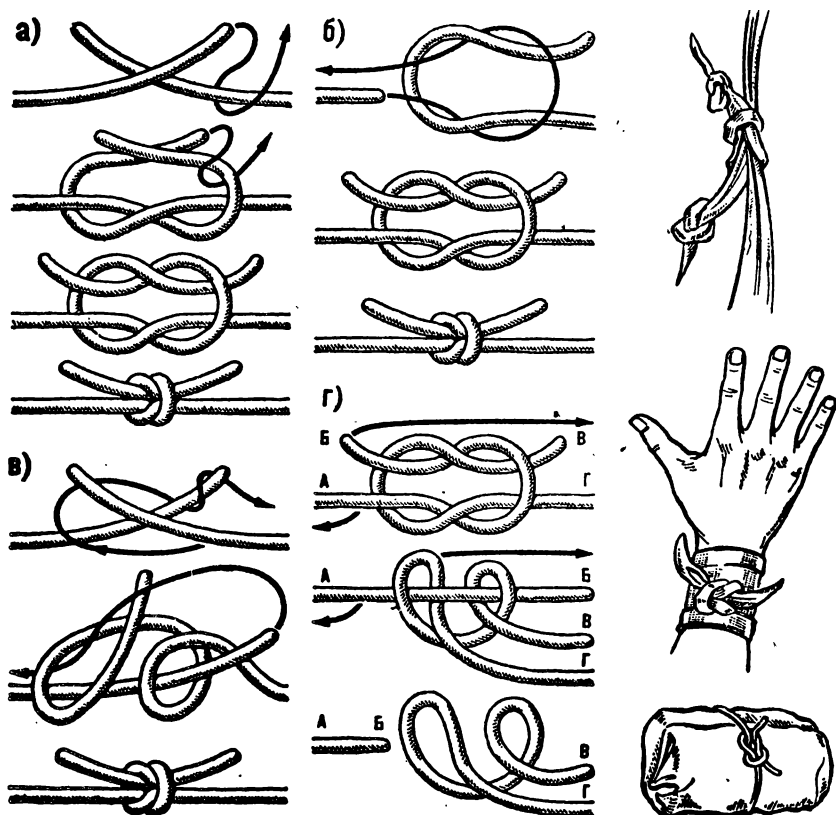
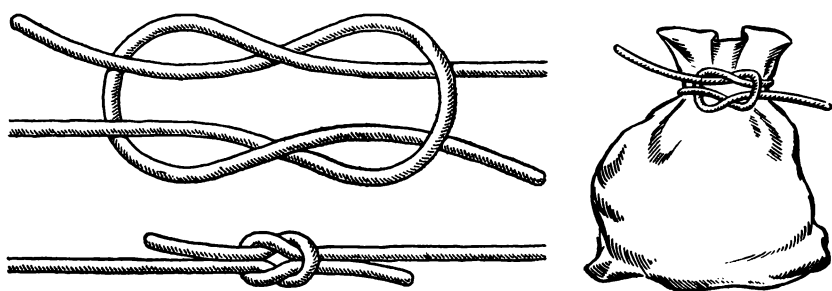

Рис. 25. Прямой узел:
Рис. 26. Воровской узел
**Прямой узел** (рис. 25). Этот замечательный узел достоин того, чтобы о нем рассказать подробнее. Археологические находки свидетельствуют о том, что примерно за три тысячи лет до нашей эры им пользовались египтяне. Древние греки и римляне называли его *Nodus Hercules* — геркулесовым или герაკловым узлом, потому, что мифический герой Геракл им завязывал на своей груди передние лапы шкуры убитого им льва. Римляне применяли прямой узел для сшивания ран и лечения переломов костей. Он представляет собой два полуузла, последовательно завязанных один над другим в разные стороны. Это обычный, самый простой способ его вязки (рис. 25, а).
Моряки, которые этим узлом пользуются со времен глубокой древности для связывания тросов, применяют другой способ вязки (рис. 25, б). Ткачи, которые применяют прямой узел для связывания оборвавшихся нитей пряжи, завязывают его по-своему, особым, удобным им способом (рис. 25, в).
Как же развязывается прямой узел, который согласно единодушно принятой нашими специалистами характеристике «так затягивается, что его нельзя будет развязать и придется резать»? Прямой узел, даже намокший и сильно затянутый, развязывается очень просто, за 1—2 секунды. Завяжите прямой узел, как показано на верхней схеме рис. 25, г. Возьмите в левую руку концы *A* и *B*, а в правую — концы *B* и *Г*. Сильно потяните их в разные стороны и как можно туже затяните узел. После этого возьмите в левую руку коренной конец *A* (чтобы он не выскальзывал из кисти руки, сделайте пару шлагов вокруг ладони). В правую руку возьмите ходовой конец *Б* (его также можно намотать на ладонь). Резко и сильно дерните концы в разные стороны. Не выпуская из левой руки конец *A*, правой зажмите в кулак оставшуюся часть узла, удерживая ее большим и указательным пальцами. Коренной конец *A* потяните в левую сторону — узел развязан. Весь секрет заключается в том, что при рывке концов *A* и *Б* в разные стороны прямой узел превращается в два полуштыка и полностью утрачивает все свои свойства. Он также легко развязывается, если вы возьмете в правую руку коренной конец *Г* и сильно потянете ходовой конец *Б* влево. Только в этом случае конец *Г* нужно потом тянуть вправо, а оставшуюся часть узла (полуштыки) — влево. Развязывая таким способом прямой узел, помните, что, если вы дернули ходовой конец право, за коренной тяните влево и наоборот.
**Воровской узел** (рис. 26). С первого взгляда он почти не отличается от прямого узла (см. рис. 25) и кажется, что он ему сродни. Но если приглядеться, то становится ясным, что ходовые концы воровского узла выходят из него по диагонали. Воровской узел, как и бабий, и «тещин» узлы, показаны для наглядности, чтобы подчеркнуть их сходство и различие с прямым узлом. Пользоваться этими четырьмя узлами не рекомендуется, так как они ненадежны для связывания двух тросов.